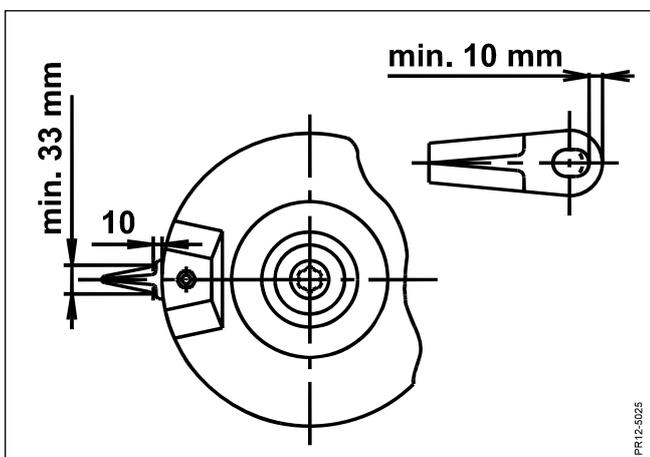

Fig. 5-8
- Fig. 5-8** Messer auswechseln, wenn: